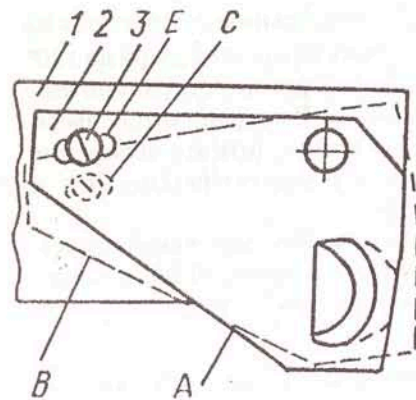

Рис. 5.1. Схема расположения правостороннего ограничителя двери (вид сверху):
5.8. Дверь холодильной камеры в холодильнике открывается на 90°. При желании можно увеличить угол открывания двери до 120°. Для этого выверните винт 3 (рис. 5.1), переведите ограничитель двери в положение В, совместив отверстие Е в ограничителе двери с отверстием С в двери холодильника и закрепите это положение ограничителя винтом. Одновременно с винтом переносится и имеющаяся под головкой винта шайба.